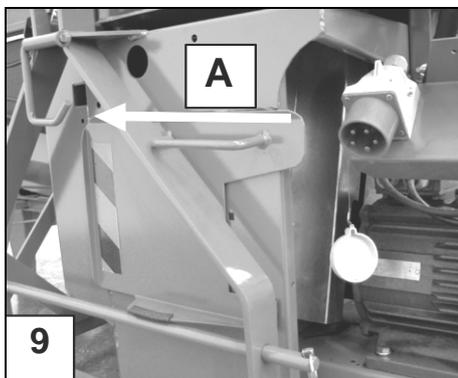
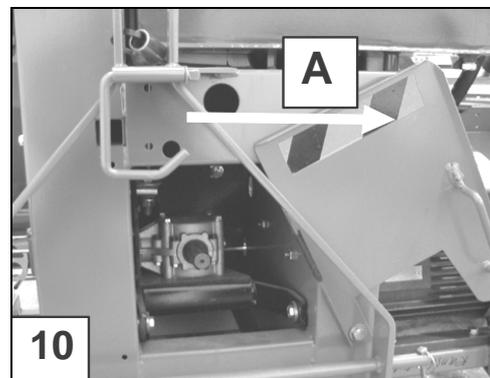

Abb. 9. Auswahl des Elektroantriebs
Abb. 10. Auswahl des Traktortriebs
### 3.6 Auswahl der Betriebsart: Traktor- oder Stromantrieb, Abbildung 9 und 10
- Wenn das Abdeckblech nach links verschoben ist, (Abbildung 9), kann das Verlängerungskabel angeschlossen werden, ist es nach rechts (Abbildung 10) verschoben, kann die Zapfwelle angeschlossen werden.